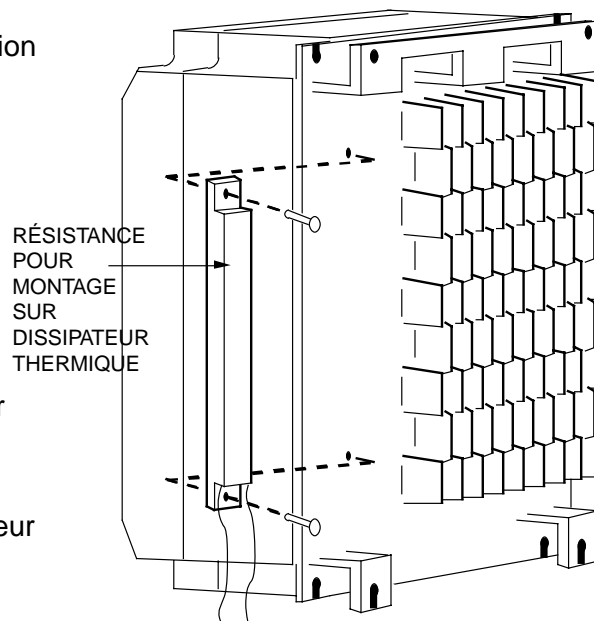

Figure A6-1. Fixation de la résistance pour montage sur dissipateur thermique
2. Fixez la résistance pour montage sur dissipateur thermique à l'arrière du dissipateur thermique de l'unité, tel qu'indiqué sur la figure A6-1.